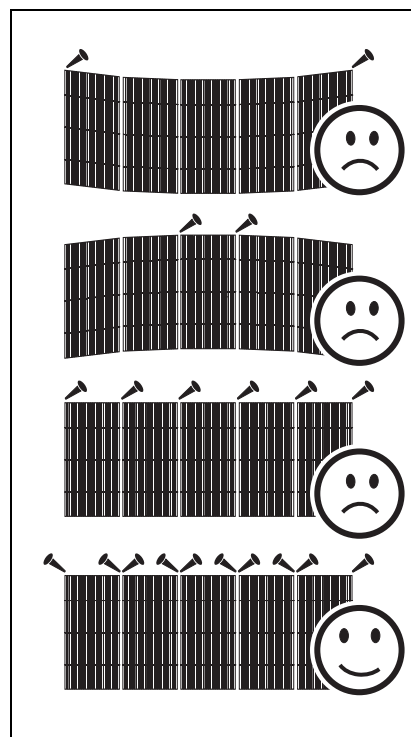

Figura 5: evitare sollecitazioni ai pannelli
2. Vedere Figura 5. Verificare che la struttura non si pieghi per effetto del peso dei pannelli. Appendere i pannelli a una struttura non diritta comporta sollecitazioni ai pannelli. I danni ai pannelli provocati da sollecitazioni meccaniche non sono coperti dalla garanzia del prodotto.